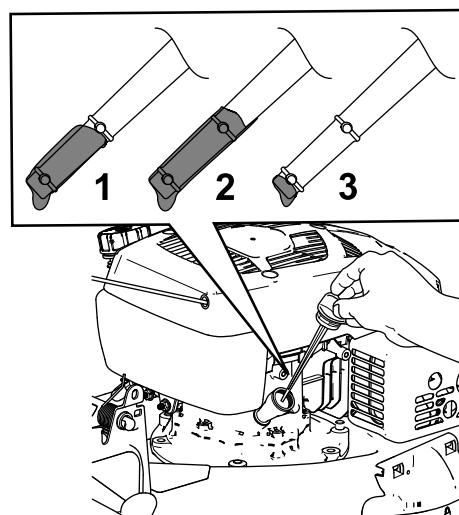

Figura 32
3. Retire la varilla girando el tapón en el sentido contrario a las agujas del reloj y tirando del mismo (Figura 32).
- Ponga la máquina de lado (con el filtro de aire hacia arriba) para drenar el aceite usado del tubo de llenado de aceite (Figura 32).